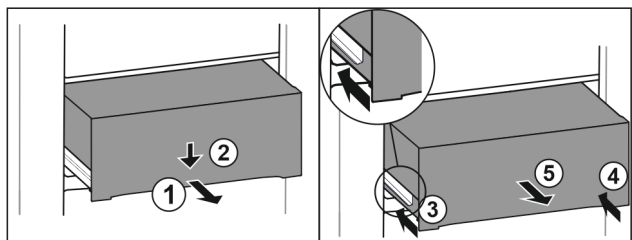

Fig. 176
- ▶ 将抽屉拉出一半。 Fig. 176 (1)
- ▶ 朝下按压正面的抽屉。 Fig. 176 (2)
- ▶ 将左侧轨道推入大约 2 cm。 Fig. 176 (3)
- ▶ 将右侧轨道推入大约 2 cm。 Fig. 176 (4)
- ▶ 朝前取出抽屉。 Fig. 176 (5)